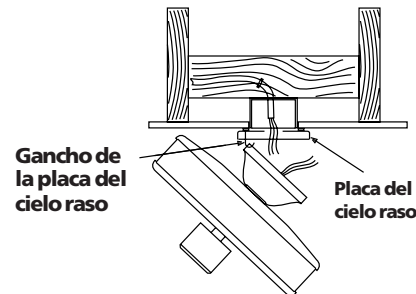

Figura 5a - Ventilador armado colgando del gancho de la placa del cielo raso
2. Teniendo cuidado de no dañar la superficie de la campana, incline y cuelgue el ventilador ya armado del gancho en la placa del cielo raso, usando una de las dos (2) ranuras en la campana. Vea la Figura 5a.